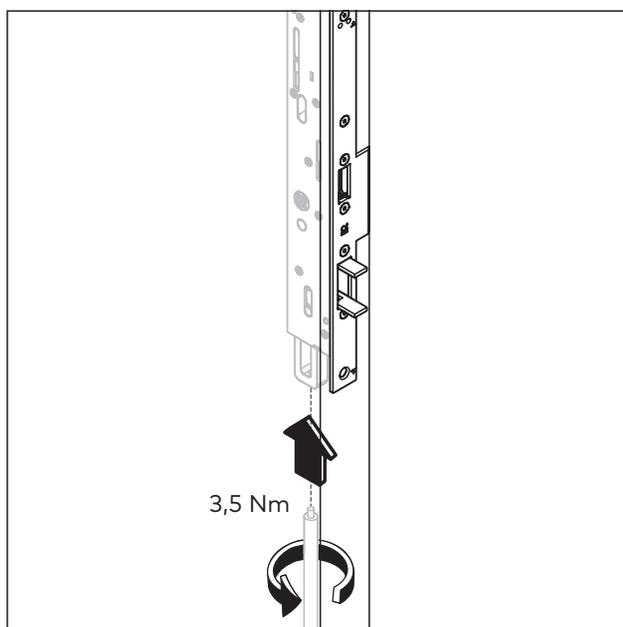

Abb. 48 Untere Treibriegelstange einschrauben
9. Die untere Treibriegelstange in den Standflügel einführen und in das Schloss mit 3,5 Nm einschrauben (Abb. 48).